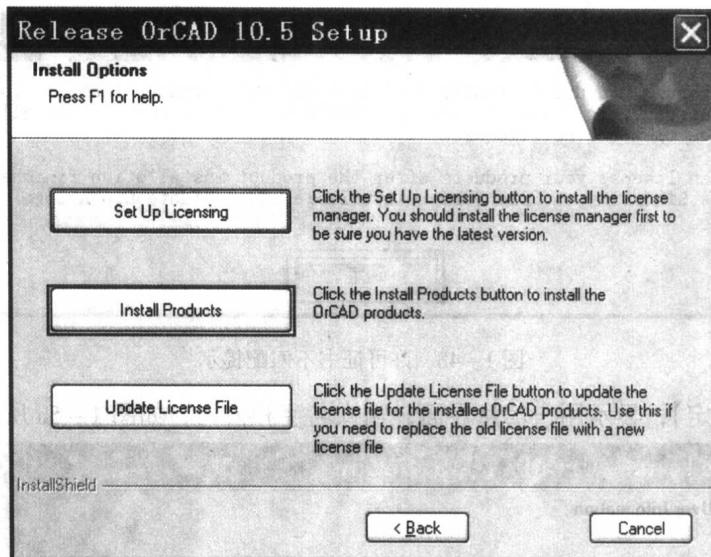

图 1-3a 安装选项界面
3) 在安装选项界面中，单击第二项【Install Products】按钮，如图 1-3a 所示。